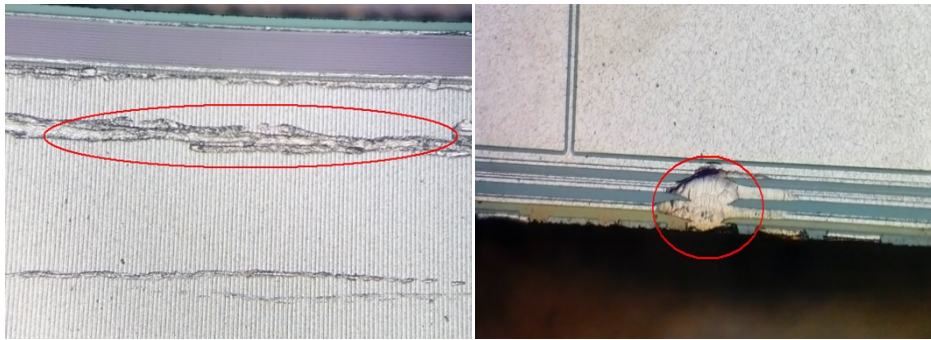

图3 表面蹭伤 崩角
a. 如图 3 所示, 由于封装过程引入的芯片表面的蹭伤崩角导致的产品失效, 此类失效只需无损打开产品封装在高倍镜下就可以看